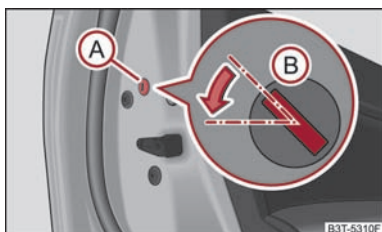

Abb. 29 Hintere Tür: Notverriegelung der Tür
- Bauen Sie die Blende (A) ab ⇒ Abb. 29.
- Führen Sie den Schlüssel in den Schlitz (B) ein und drehen Sie ihn in Pfeilrichtung in die waagerechte Stellung (bei den rechten Türen spiegelverkehrt).